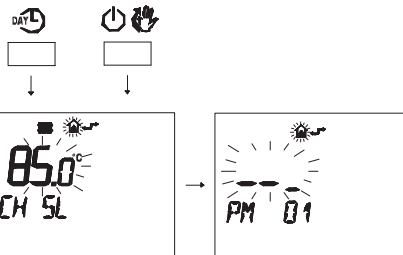

Fig. 5.68
- DAYL e **IP** per entrare nella programmazione trasparente (Fig. 5.68).